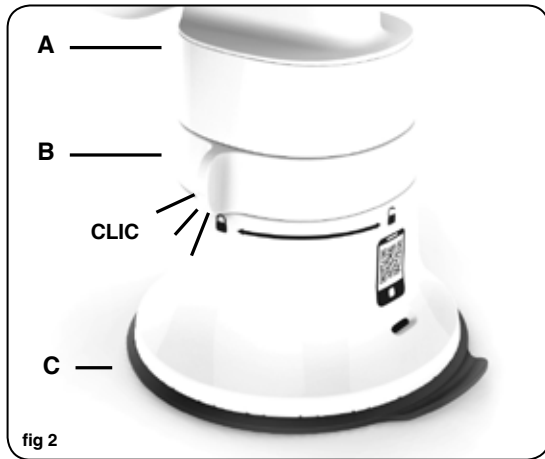

fig 2
3. Para unir el soporte a la ventosa y bloquear la parte superior al soporte de la ventosa, gire el anillo (B) a su posición de bloqueo , hasta que haga un clic. Asegúrese de que todas las piezas estén acopladas entre sí (fig. 2).